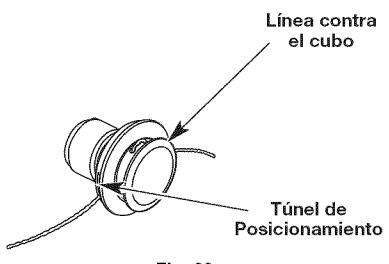

Fig. 23
- Hale la línea y cerciórese de que la línea esté contra el cubo y que esté totalmente extendida a través de los túneles de posicionamiento (Fig. 23).